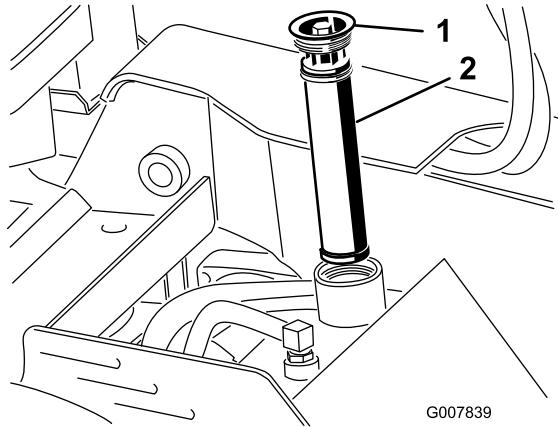

Figura 57
5. Retire y deseche el filtro usado (Figura 57).
6. Instale el filtro hidráulico nuevo y el tapón de llenado (Figura 57) y apriete el perno superior a 13-15.5 N·m (110–140 pulgadas-libra).
6. Retire el tapón de llenado del depósito hidráulico y el filtro (Figura 57).
12. Instale el filtro hidráulico y el tapón de llenado (Figura 57) y apriete el perno superior a 13-15.5 N·m (110–140 pulgadas-libra).